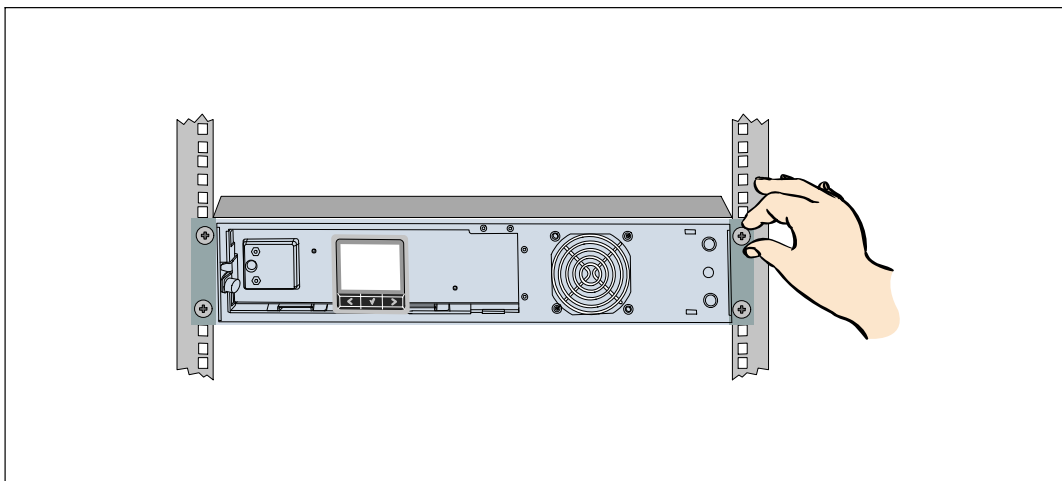

Рис. 16. Крепеж корпуса
- 7 Закрепите переднюю сторону корпуса на блоке при помощи четырех винтов-барашков на монтажных кронштейнах (см. Рис. 16). Затяните вручную без использования силового инструмента. Повторите эту процедуру для всех дополнительных корпусов.